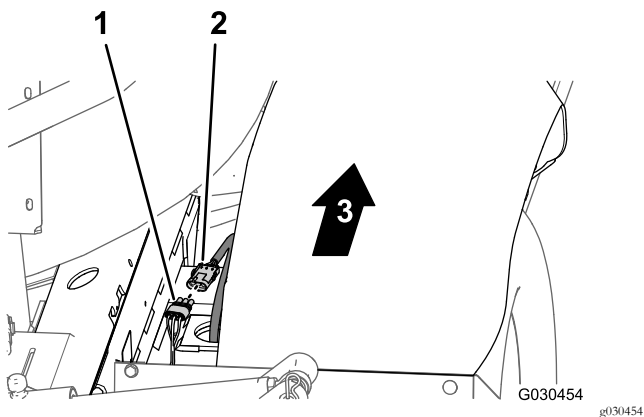

Рисунок 117
2. В задней части машины (между правой трубой рамы и правым крылом) подсоедините 3-штыревой соединитель жгута проводов датчика скорости на правом тяговом гидромоторе к 3-гнездовому соединителю (без маркировки) заднего жгута проводов (Рисунок 117).